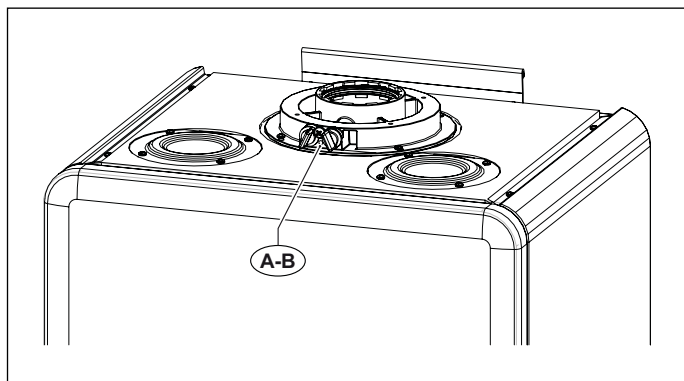
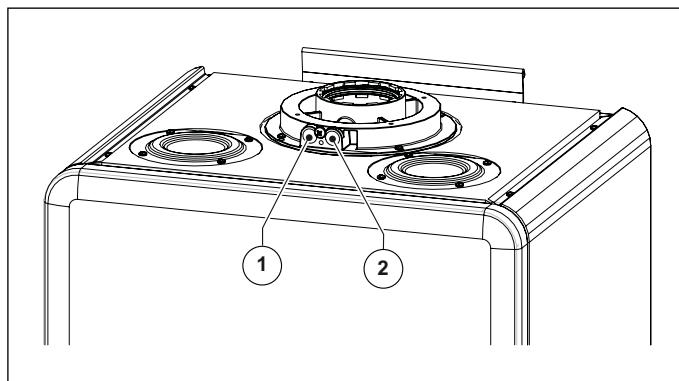

Fig. 19 Poziția bușoanelor
Fig. 20 Poziția orificiilor
Centrala termică este prevăzută cu un turn pentru racordarea conductelor de aspirație aer/evacuare gaze arse (vezi Fig. 19 Poziția bușoanelor și Fig. 20 Poziția orificiilor).
În turn au fost prevăzute orificii pentru accesul direct al aerului de combustie și pentru evacuarea gazelor arse (vezi Fig. 20 Poziția orificiilor).
Înainte de a efectua măsurătorile înlăturați bușoanele **A** și **B** din orificiile prevăzute pe turn (vezi Fig. 19 Poziția bușoanelor).
- măsurarea aerului de combustie preluat din orificiul 1 (vezi Fig. 20 Poziția orificiilor).
- măsurarea temperaturii gazelor de ardere și a CO₂ luată în orificiul 2 (a se vedea Fig. 20 Poziția orificiilor).
Cablurile termostatlui trebuie conectate la bornele (1) și (2) ale plăcuței electronice (vezi Fig. 16 Schema electrică RTFS și Fig. 20 Schema electrică CTFS) după ce a fost eliminată puntea furnizată cu centrala termică. *Scheme electrice* la pagina 59) după ce a fost eliminată puntea furnizată cu centrala termică.